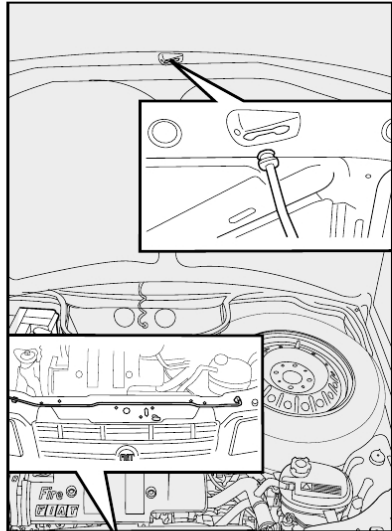

fig. 68
3) levantar o capô segurando-o pela parte central e, simultaneamente, soltar a vareta de suporte **fig. 68** do seu dispositivo de bloqueio;
4) introduzir a extremidade da vareta na abertura do capô do motor **fig. 68**.
1) manter levantado o capô com uma mão e, com a outra, tirar a vareta **fig. 68** da abertura e repô-la no seu dispositivo de bloqueio;